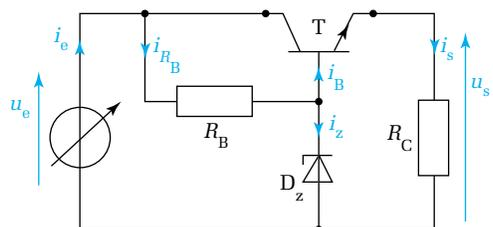

Figure 17.29
**10.** Étude du régulateur de tension à transistor de la figure 17.29. La diode Zéner est supposée parfaite, sa tension Zéner est 12,6 V et la valeur maximale de la puissance qu'elle peut dissiper est 1,3 W.